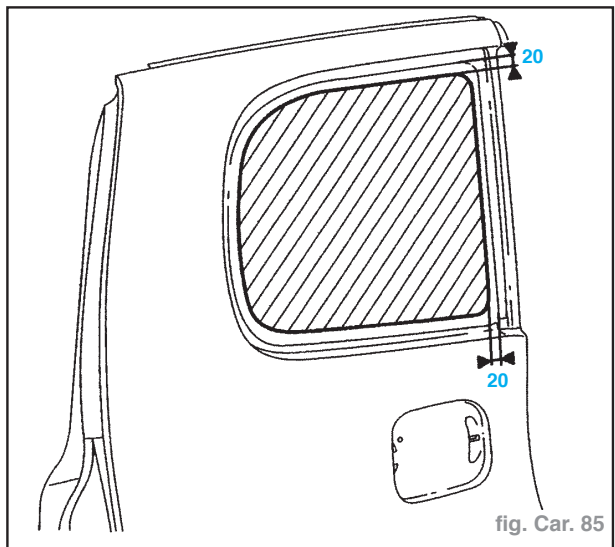

fig. Car. 85
- A l'aide d'adhésif, mettre en place suivant dessin le gabarit (fig. Car. 85)